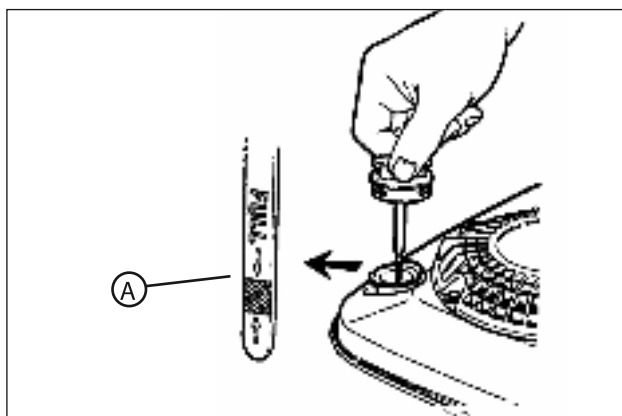

Рис. 5. Проверка уровня масла
4. Проверьте уровень машинного масла и при необходимости долейте масло до отметки FULL (А, рис. 5). Рекомендуемые марки масел см. в руководстве по эксплуатации двигателя.